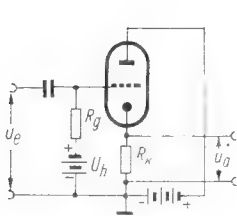

Bild 3. Einstellung des richtigen Arbeitspunktes durch eine Hilfsspannung
D. Erweiterung der Prinzipschaltung (Bild 3 und 4)
Schaltung Bild 3: Anwendung einer positiven Hilfsspannung oder